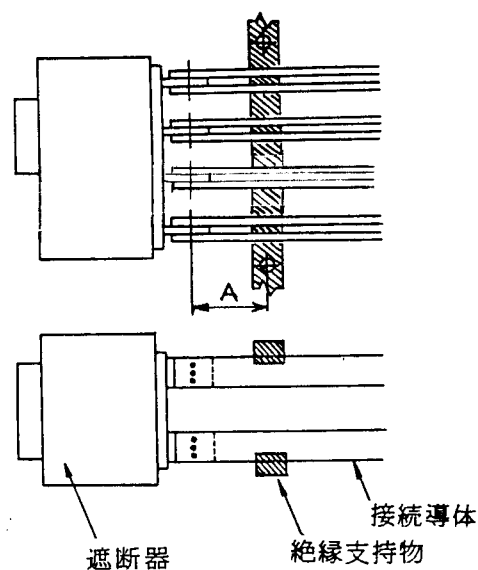

図5. 接続導体の支持
- (8) 接続導体は端子周辺で、必ず、強固にサポートして下さい。(図5 参照)